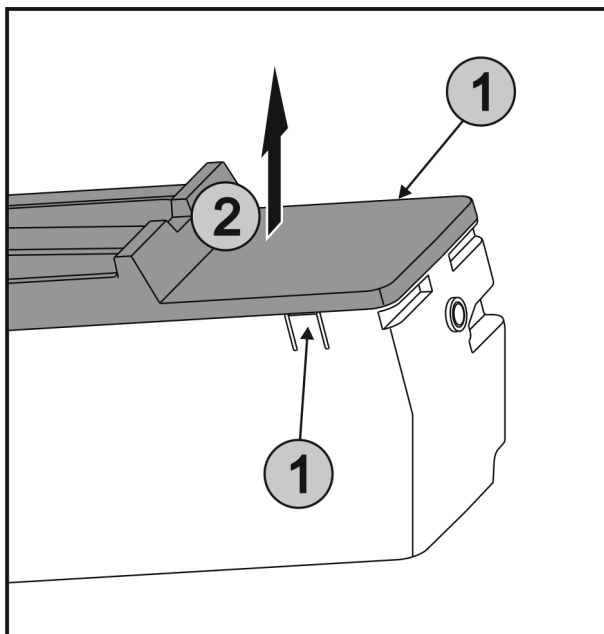

Fig. 31
- ▶ Appuyer simultanément sur les languettes Fig. 31 (1) des deux côtés de l'EasyTwist-Ice et retirer le couvercle Fig. 31 (2) vers le haut.